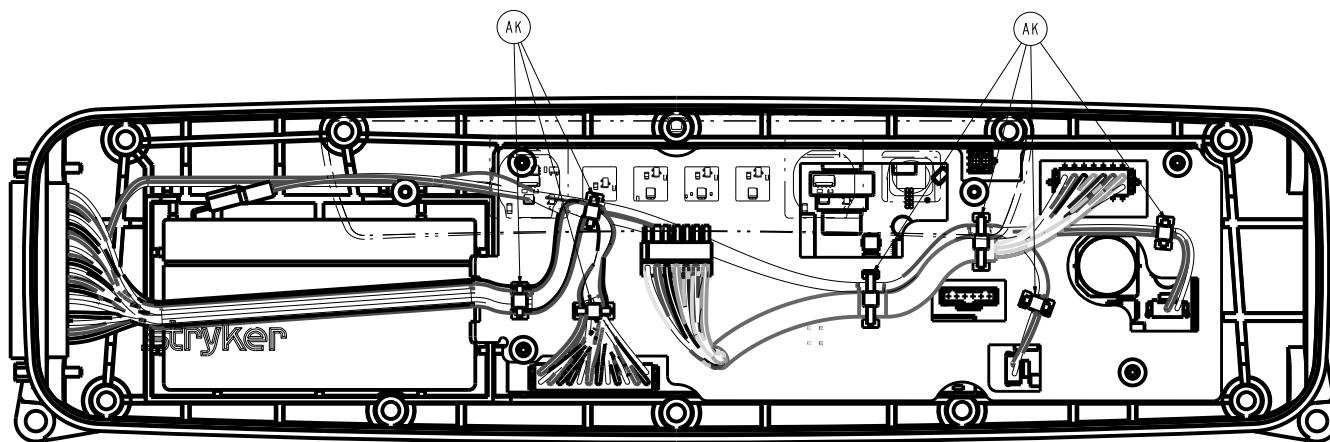

Figure 12 – Attaches de câbles
11. À l'aide d'un coupe-fil, couper les six serre-câbles (AK) qui fixent le câble d'alimentation au plateau d'acheminement des câbles (Figure 12).
9. À l'aide d'un coupe-fil, couper les trois serre-câbles (AK) qui fixent le câble à 37 broches au plateau d'acheminement des câbles (Figure 12).